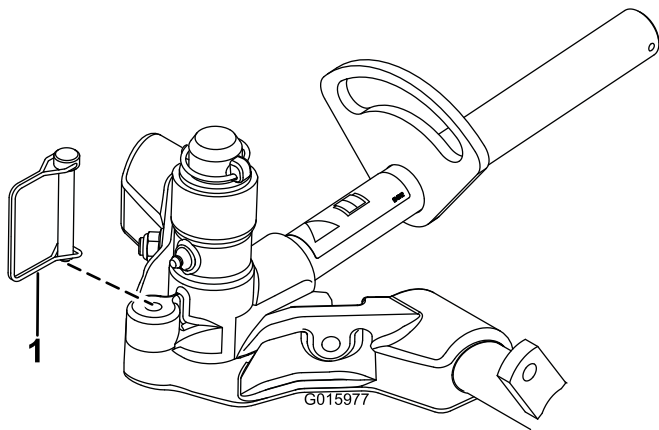

Bild 17
11. Befestigen Sie das Gelenkjoch mit dem Einraststift am Trägerrahmen, um die Lenkung an den Mähwerken zu arretieren (Bild 17).